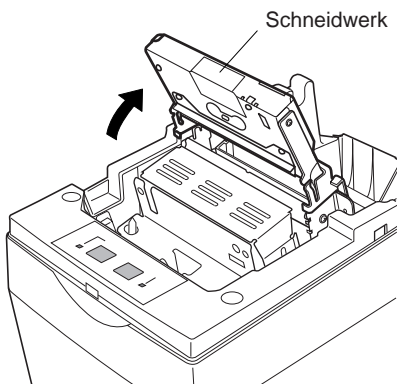

Abb. 6-9 Anheben des Schneidwerks
- ① Stellen Sie den Netzschalter am Drucker in Aus-Stellung.
- ② Zum Abnehmen der Frontabdeckung heben Sie diese ca. 3 cm an, und ziehen sie dann nach vorne.
- ③ Heben Sie das Schneidwerk an und stellen es in senkrechte Stellung, wie in Abbildung 6-9 gezeigt.